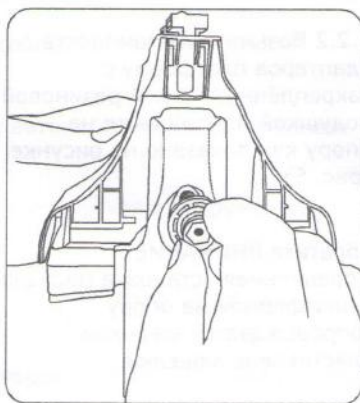

рис. 8
- для соединения опоры и прижима используйте винт со сферической шайбой. Необходимо и достаточно произвести 3-4 полных оборота винта (рис. 8).